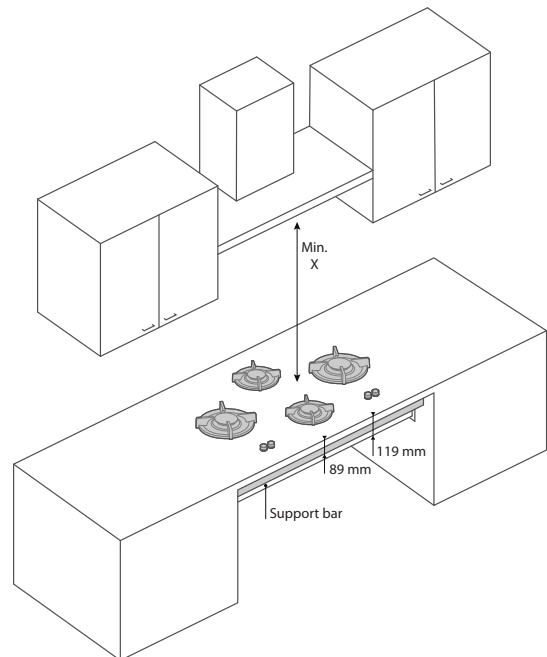

Abb. 2
- Wenn ein Kochmodule mit einem Schubladenblock kombiniert wird, beachten Sie immer die Maße des Bauteils und die Haltestange. Die Höhe der Baugruppe und Haltestange beträgt 119 mm (TS) gemessen von der Oberseite des Arbeitsblatts (abb. 2.).
- Um ein Biegen der Arbeitsplatte zu verhindern muss im Inneren des Küchenschanks vollständig gestützt werden mit die Haltestangen (Abb. 2 und 3).